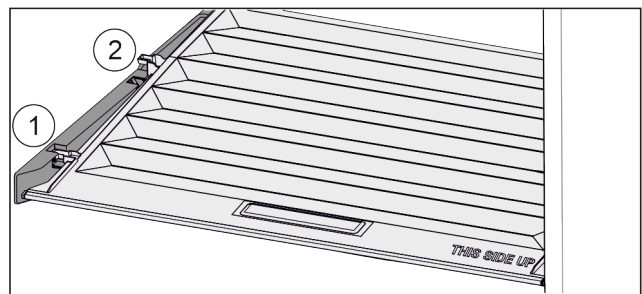

Fig. 43
- ▶ Deckel bis zur Öffnung in den Halteteilen nach vorne ziehen Fig. 43 (1).
- ▶ Hinten von unten anheben und nach oben wegnehmen Fig. 43 (2).